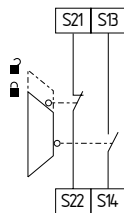

Fig. 6
**Circuito di sorveglianza porta di protezione a due canali con dispositivo di blocco secondo EN ISO 14119 (vedere Fig. 6)**